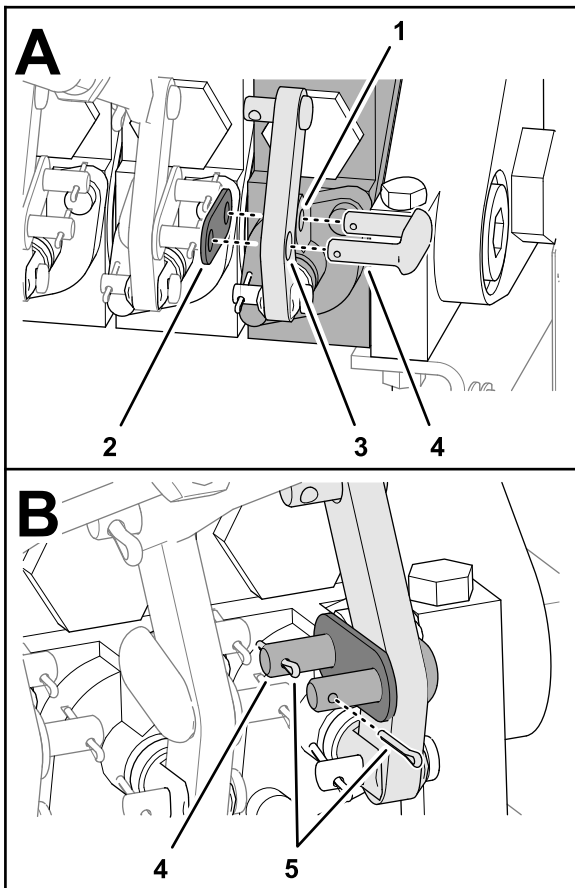

Figure 21
3. Insérez la biellette dans les trous de la patte de montage de la vanne de commande et du levier de commande (Figure 21).
- Fixez la bielle sur la vanne et le levier avec la barrette de liaison et 2 goupilles fendues (Figure 21).